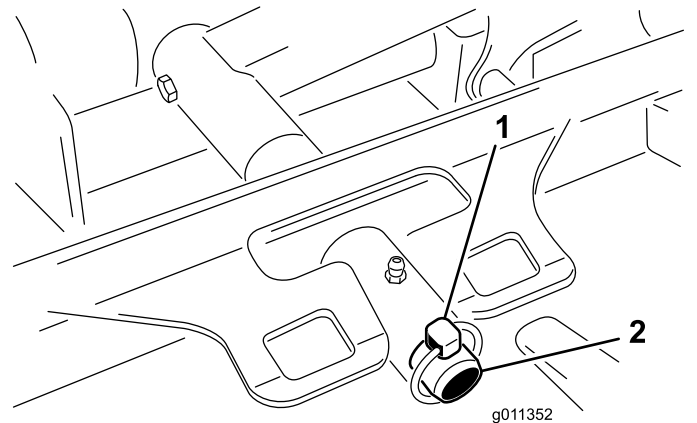

Bild 56
3. Entfernen Sie den Klappstecker oder die Befestigungsmutter (nur GM 4700), mit dem bzw. der der Mähwerkträggerrahmen am Gelenkstift des Hubgestänges befestigt ist (Bild 56).
3. Schieben Sie den Mähwerkträgerahmen auf den Lagerbolzen am Hubarm. Befestigen Sie es mit dem Klappstecker oder der Befestigungsmutter (nur GM 4700) (Bild 56).